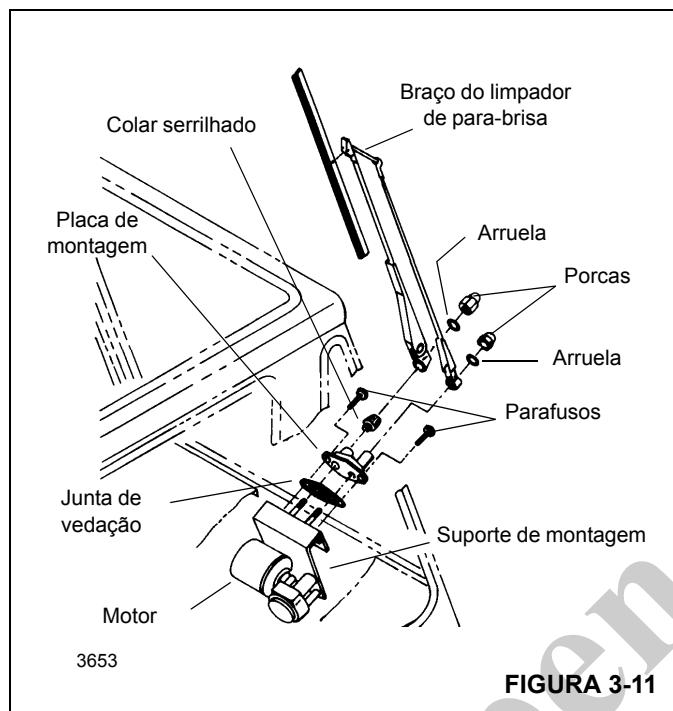

FIGURA 3-11
2. Conecte o motor do limpador ao suporte do motor com os parafusos e as arruelas (consulte a Figura 3-11). Conecte o eixo do motor do limpador à alavanca do kit do motor do limpador com a porca e a arruela.